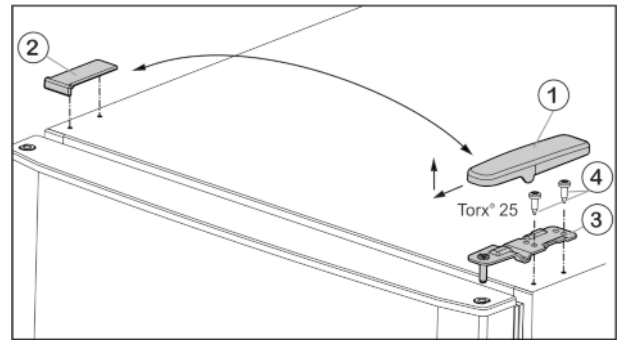
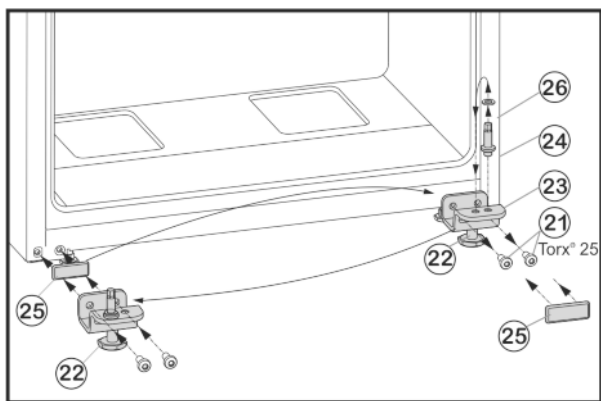

Fig. 4
Fig. 6
- ▶ Відведіть кришку Fig. 4 (1) вперед і вгору.
- ▶ Зніміть кришку Fig. 4 (2).
- ▶ Викрутіть верхній опорний кронштейн Fig. 4 (3) (2 шт. Torx® 25) Fig. 4 (4) і відведіть вгору.
- ▶ Викрутіть гвинти кріплення Fig. 6 (21).
- ▶ Зніміть нижній опорний кронштейн Fig. 6 (23) разом із гвинтом Fig. 6 (24), шайбою Fig. 6 (26) та установочною ніжкою Fig. 6 (22).
- ▶ Відкрутіть гвинт Fig. 6 (24) разом із шайбою Fig. 6 (26), переставте їх у протилежний отвір опорного кронштейна та знову закрутіть.
- ▶ Обережно зніміть кришку Fig. 6 (25) і переставте її на протилежний бік.
- ▶ Знову прикрутіть нижній опорний кронштейн Fig. 6 (23) разом із гвинтом Fig. 6 (24), шайбою Fig. 6 (26) та установочною ніжкою Fig. 6 (22) на інший бік шарніра (з моментом 4 Нм), у разі необхідності скористайтеся акумуляторним гвинтокрутом.
- ▶ Встановіть нижні дверцята згори на опорний гвинт Fig. 6 (24).
- ▶ Вставте середній опорний кронштейн (13), повернувши його на 180°, у нижні дверцята і прикрутіть за допомогою гвинтів кріплення (11)(2 шт. Torx® 25) до нового боку шарніра (з моментом 4 Нм).
- ▶ Знову встановіть пластикову шайбу (10).
- ▶ Встановіть верхні дверцята на середній опорний кронштейн (13).
- ▶ Встановіть верхній опорний кронштейн Fig. 4 (3) в дверцята на новий бік шарніра.
- ▶ Прикрутіть верхній опорний кронштейн (з моментом 4 Нм) гвинтами (2 шт. Torx® 25) Fig. 4 (4). У разі необхідності скористайтеся акумуляторним гвинтокрутом.
- ▶ Встановіть і зафіксуйте кришку Fig. 4 (1) з протилежного боку ззовні.
- ▶ Також встановіть згори і зафіксуйте кришку Fig. 4 (2) з протилежного боку.
- ▶ Викрутіть установочну ніжку Fig. 6 (22) на нижньому опорному кронштейні Fig. 6 (23), доки він не буде опиратися на підлогу.